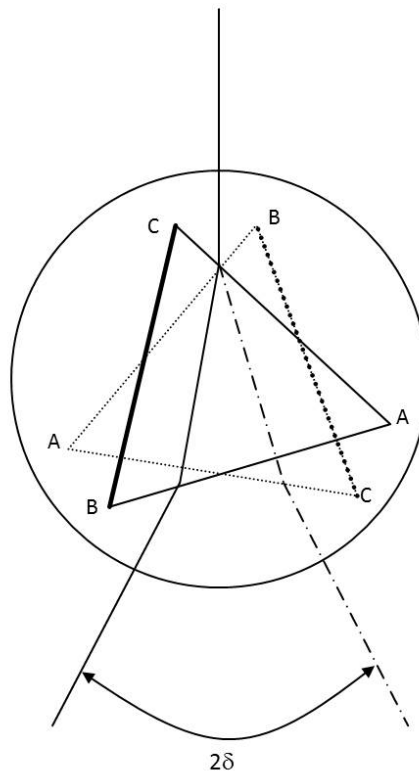

Abbildung 9.2: Bestimmung des minimalen Ablenkungswinkels.
3. Messen Sie den (doppelten) minimalen Ablenkwinkel 2δ für die rote H_2 -Linie ($\lambda = 656,7 \text{ nm}$) und die blaue H_2 -Linie ($\lambda = 486,1 \text{ nm}$). Wiederholen Sie die Messungen jeweils drei Mal. S. Abb. 9.2.